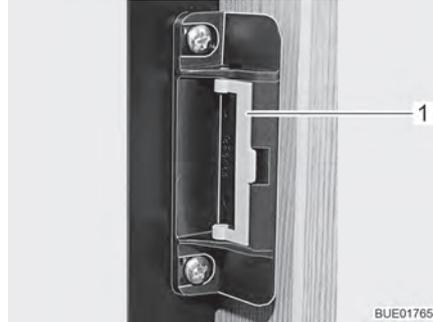
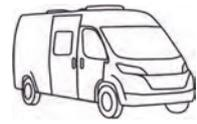

Fig. 101 Dispositif de fermeture en position normale
Fig. 102 Dispositif de fermeture en position de ventilation
- Faire pivoter l'étrier (Fig. 101,1) vers l'avant (Fig. 102).